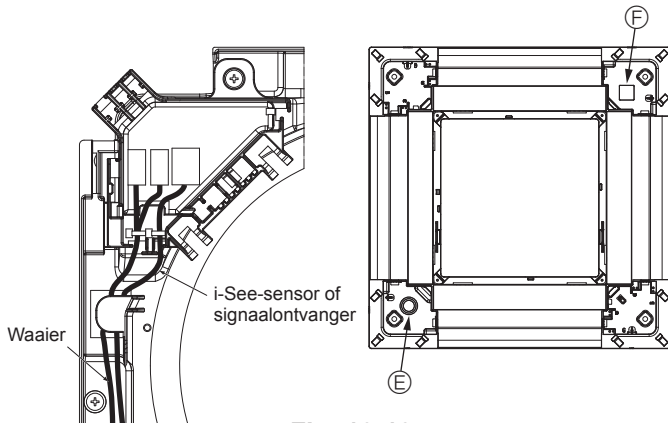

Fig. 10-13
- Leid de i-See-sensor en signaalontvanger zoals aangegeven in Fig. 10-13.